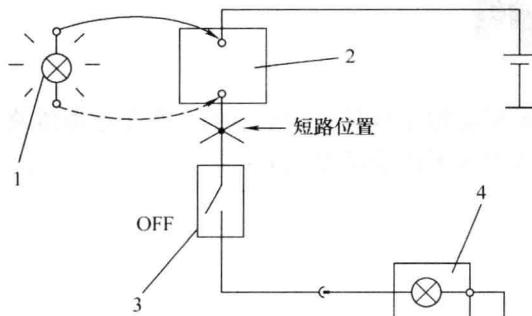

图 1-3 用测试灯法查找短路位置
(1) 用测试灯法查找短路位置 如果熔丝已熔断，说明可能发生过短路，这时可用测试灯进行检查。下面举例说明测试灯检查方法，如图 1-3 所示。